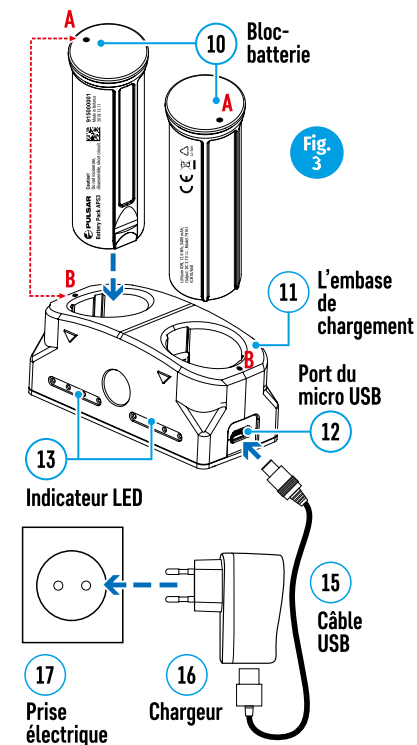

Fig. 3
#### Option 2 (Fig.3):
- Insérez la batterie rechargeable (10) fournie avec votre appareil, ou achetée séparément, le long du rail de guidage dans l'emplacement du chargeur APS (disponible séparément) (11) (voir Fig. 3).
- Raccordez la fiche microUSB sur le câble USB (15) au connecteur microUSB sur le chargeur (16). Branchez l'appareil dans une prise électrique 100–240 V (17).
- Raccordez la seconde fiche mâle du câble microUSB à la prise femelle (12) du chargeur secteur (11).
- Le témoin LED (13) s'allumera.